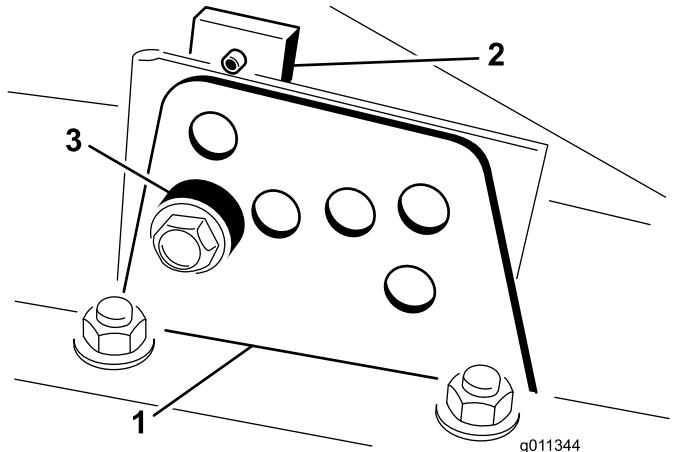

Bild 21
- Lockern Sie die Schrauben, mit denen die Schnitthöhenhalterungen an der Schnitthöhenplatte (vorne und an beiden Seiten) befestigt sind, siehe (Bild 21).
- Entfernen Sie das Distanzstück, während Sie gleichzeitig die Kammer abstützen (Bild 21).